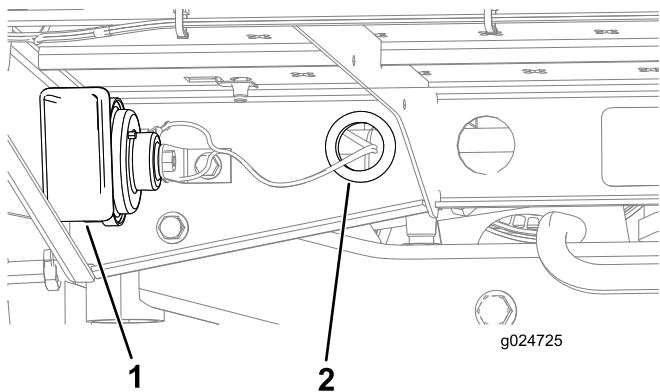

Figura 9
3. Encaminhe a cablagem através do olhal no furo na plataforma de ângulo traseiro para a buzina (Figura 9).